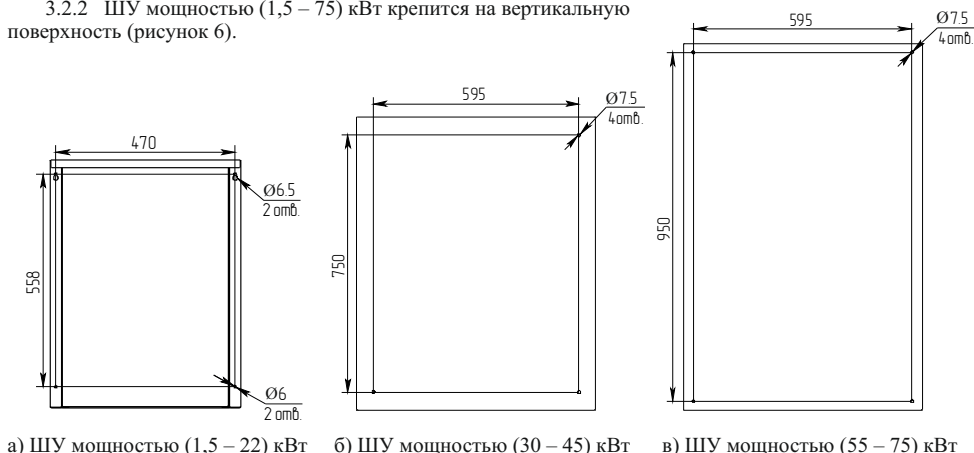

Рисунок 6 – Установочные размеры ШУ
3.2.2 ШУ мощностью (1,5 – 75) кВт крепится на вертикальную поверхность (рисунок 6).